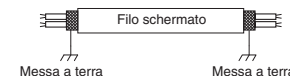

Fig. 5-2
- Usare fili schermati per i collegamenti fra unità (c) e mettere a terra la schermatura su ambedue i lati, altrimenti si avranno errori dovuti a rumore elettrico. (Fig. 5-2)